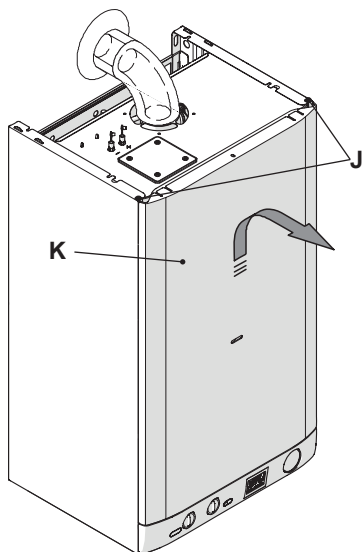

Рисунок 5.20
- Снимите переднюю панель котла, в соответствии с указаниями. Выньте винты J. Снимите переднюю панель K, подтолкнув ее вверх, чтобы высвободить из нижних крючков Рисунок 5.20.